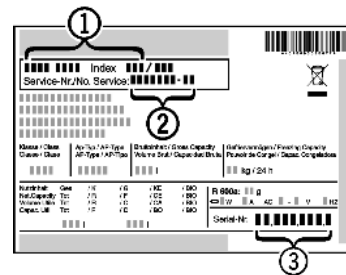

Fig. 15
▶ Leggere la denominazione dell'apparecchio Fig. 15 (1), il n° assistenza Fig. 15 (2) e il n° di serie Fig. 15 (3) sulla targhetta identificativa. La targhetta identificativa è situata all'interno dell'apparecchio, sul lato sinistro.
- ▶ Informare il servizio di assistenza e comunicare il difetto, la denominazione dell'apparecchio Fig. 15 (1), il n° assistenza Fig. 15 (2) e il n° di serie Fig. 15 (3).